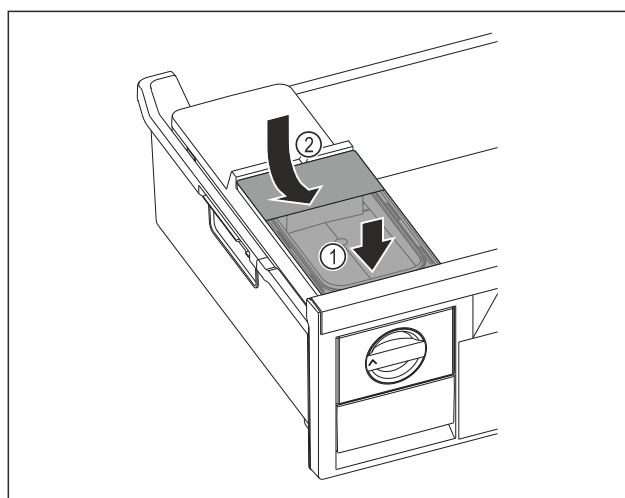

Fig. 82
- ▶ Zbiornik wody wsunąć od przodu. Fig. 82 (1)
- ▶ Zbiornik wody opuścić z tyłu. Fig. 82 (2)